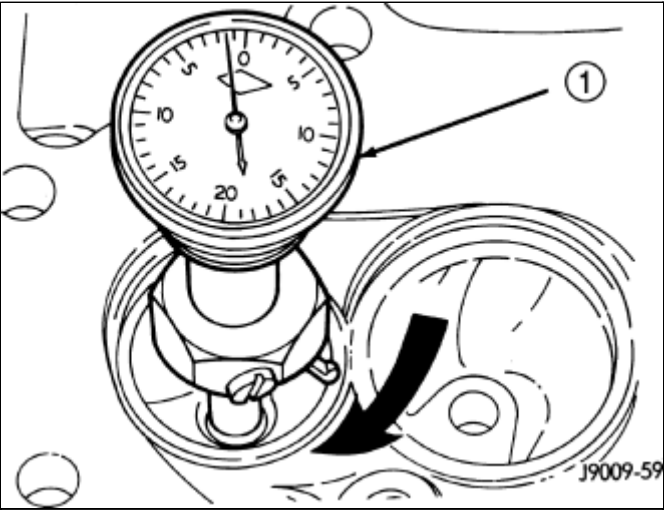

图 4 气门座跳动量测量
2. 使用千分表测量气门座的同心度(图 4)。 总跳动量不应超过0.051 mm（0.002 in.）总百分比读数。